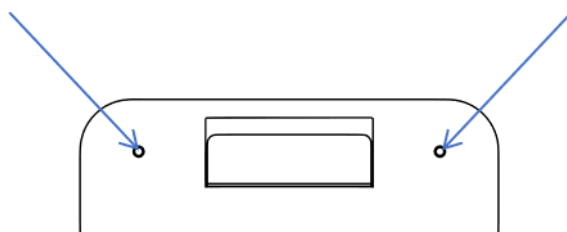

Figura 4.1
- (1) Misurare con il metro a nastro e marcare con il pennarello all'altezza di 0,8 ~ 1,2 m dal suolo (se il terreno è basso, l'altezza può essere aumentata opportunamente). Posizionare il cartone per la perforazione orizzontalmente sopra la marcatura.
- (2) Marcare le 4 cavità di fissaggio del cartone per la perforazione sul muro con il pennarello, e perforare a una profondità di 35 mm con il trapano elettrico.
- (3) Inserire 4 tubi di espansione nelle cavità perforate, e fissare la placca metallo posteriore con 2 viti di espansione, come mostrato nella **Figura 4.1**.